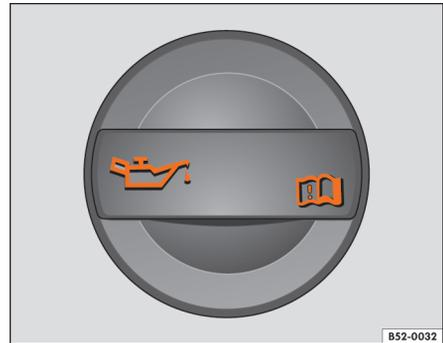

图 105 发动机舱内：发动机机油加注口盖
- 发动机机油加注口盖上印有符号 ⇒ 图 105，机油标尺的手柄为橙色。
- 拧下气缸盖上的机油加注口盖 → 图 105。如不清楚加注口盖的位置，可咨询本公司特许经销商。
- 继续加注前检查油位，然后决定是否继续加注，切不可加注过量 → ①。